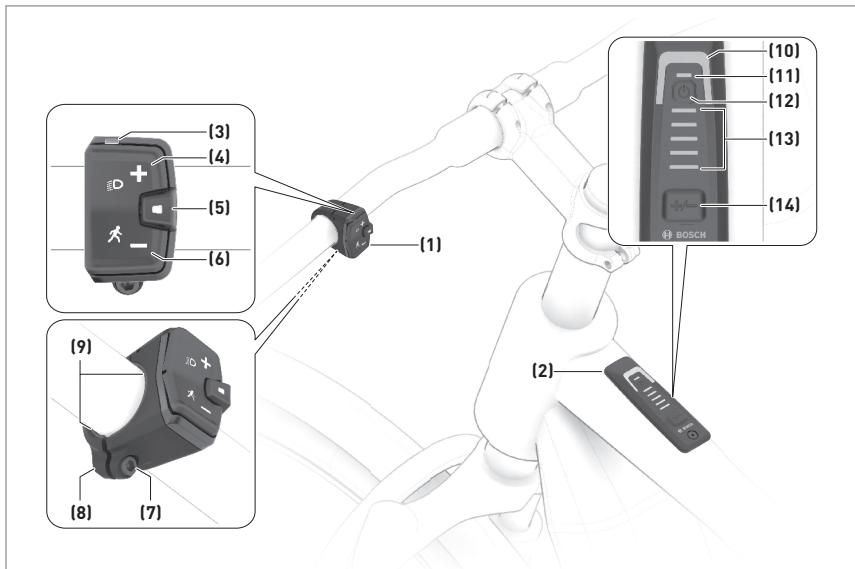

Figure 4 - Caractéristiques de la commande du système et de la mini-commande
Pour allumer et éteindre le système, appuyez fermement sur le bouton Marche situé sur le dessus de la commande du système placé sur le tube supérieur (figure 4, n° 12).
Pour les moteurs dont la vitesse maximale est supérieure à 20 mi/h, le système du vélo électrique démarre toujours avec le mode d'assistance éteint (OFF). Vous saurez que le mode n'est pas activé car le voyant lumineux du mode d'assistance est éteint, ou non allumé (figure 4, n° 10). Ce vélo électrique Bosch possède quatre modes d'assistance afin d'optimiser l'utilisation prévue du vélo. Bosch offre de nombreux modes d'assistance au pédalage et Salsa a choisi les quatre que nous avons trouvés les plus utiles pour ce vélo. L'affichage lumineux du mode d'assistance se décline comme suit selon le niveau d'assistance :
- Pour régler le mode d'assistance à l'aide de la commande du système sur le tube supérieur, appuyez sur le bouton « Mode » (figure 4, n° 14) pour faire défiler les modes d'assistance en ordre croissant d'assistance.
- Pour régler le mode d'assistance à l'aide de la mini-commande déportée, appuyez sur les boutons « Augmenter le niveau d'assistance » (Increase Assist Level) ou « Diminuer le niveau d'assistance » (Decrease Assist Level) (figure 4, nos 4 et 6).
Ce mode vous fournit une assistance électrique qui vous aide à pousser le vélo lorsque vous marchez à côté de ce dernier. Pour lancer le mode d'assistance à la marche, appuyez sur le bouton de mode d'assistance à la marche pendant plus de une seconde et maintenez-le enfoncé (figure 4, n° 6). L'indicateur de charge de la batterie s'éteindra et une ligne blanche bougeant dans la direction où vous allez indiquera que l'assistance à la marche est prête (figure 4, n° 13). Pour activer l'assistance à la marche, il vous faut faire une des actions suivantes dans les 10 secondes qui suivent :